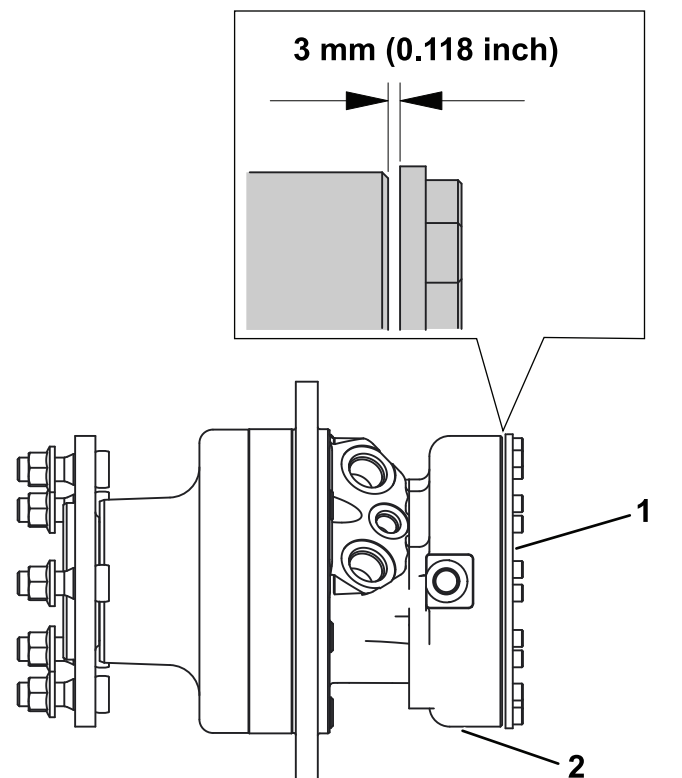

Figur 2
4. Løsn endedækslets bolte med et sekskantet M6-borskær i den viste rækkefølge i Figur 2. Løsn modsatsiddende bolte 1 hel omgang i et stjernemønster ved at følge den angivne rækkefølge. Gentag, indtil alle 12 bolte er skruet af efter kun 2 hele omgange.
- A. Brug et sekskantet M6-borskær og en momentnøgle til at tilspænde endedækslets bolte i et stjerner mønster til 14 til 16 Nm. Se Figur 2.